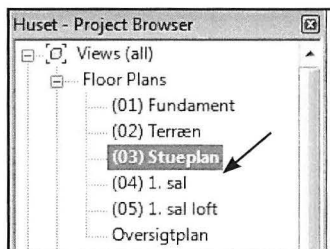

Fig. 05.41.
- Hvis du ikke allerede er der, så gå til (03) Stueplan i *Project Browseren* (Fig. 05.41).